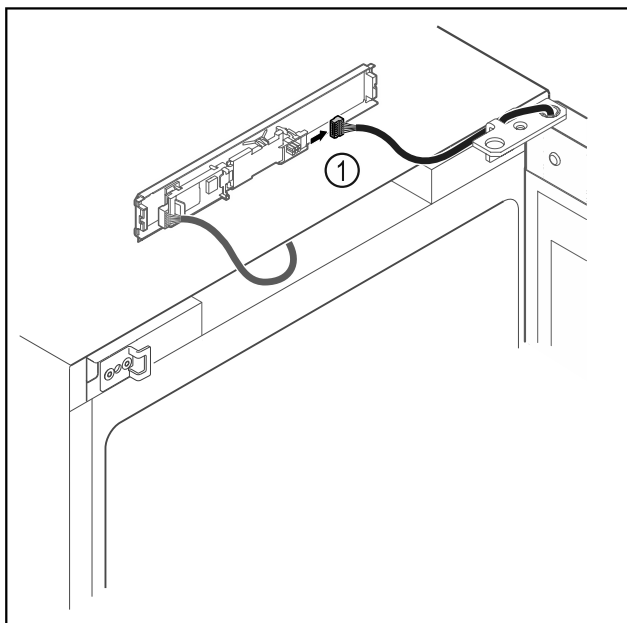

Fig. 14
- Trekk ut pluggen Fig. 14 (1) fra kretskortet.